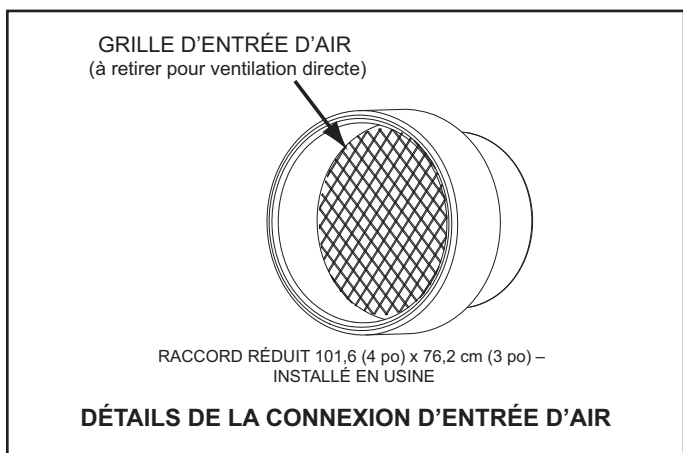

Figure 17
13. S'assurer que la grille d'entrée d'air sur la connexion d'entrée d'air est retirée avant de connecter le tuyau d'entrée d'air au chauffe-eau, voir la Figure 17.